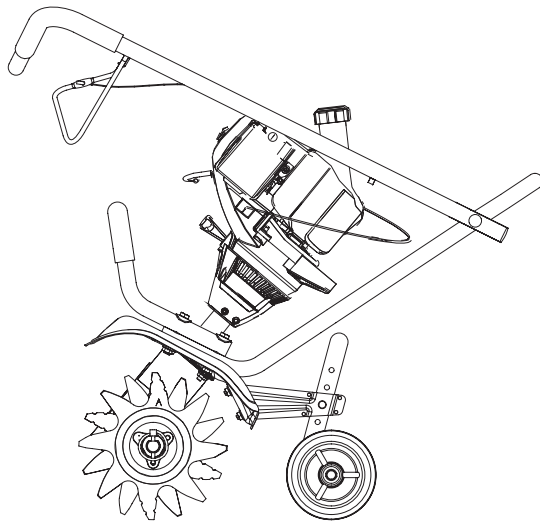

Fig. 1
1. Desserrez les deux boutons à l'intérieur des poignées (Fig. 1).
2. Tenez l'appareil droit et placez les poignées en position de fonctionnement (Fig. 1).